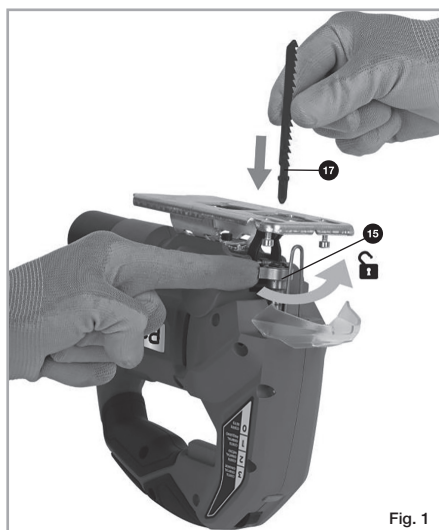

Fig. 1
1. Puxe a alavanca do engate rápido da lâmina (15) e faça deslizar a lâmina da serra (17) para a ranhura de localização com os dentes apontando para frente (Fig. 1).